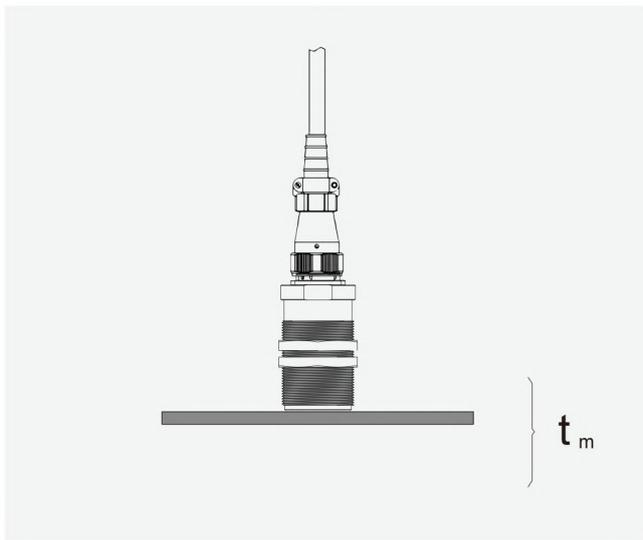

图 2-13：一个传感器测量时间示意图
**一个传感器测量时间：**指仅启用单一传感器时，从主机收到测量信号起，至主机输出测量结果的时间间隔（如图 2-13）。